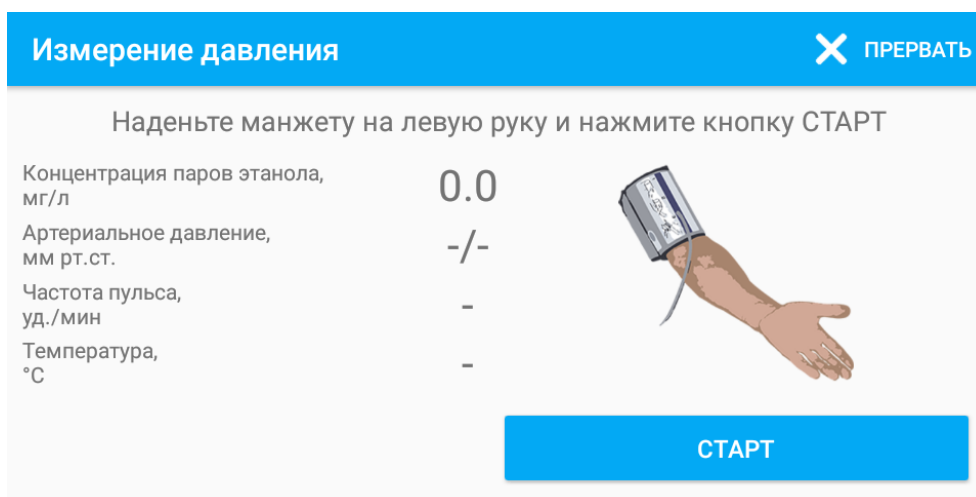

Рисунок 28 - Экран подготовки к измерению НИАД
2. Наложите манжету на верхнюю часть руки осматриваемого работника так, чтобы маркировка правильного положения манжеты на руке совпадала с положением артерии (рисунок 28). Не оборачивайте манжету слишком плотно. Убедитесь, что край манжеты находится в пределах указанного на манжете диапазона, в противном случае воспользуйтесь более подходящей манжетой.